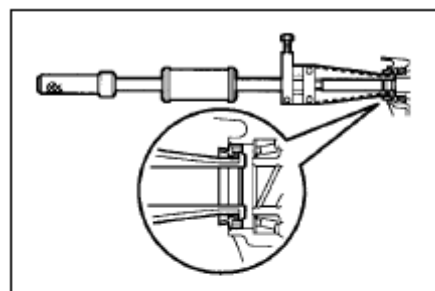

Рис. 76
1. Снимите сальник с помощью специального инструмента (см. Рис. 76).